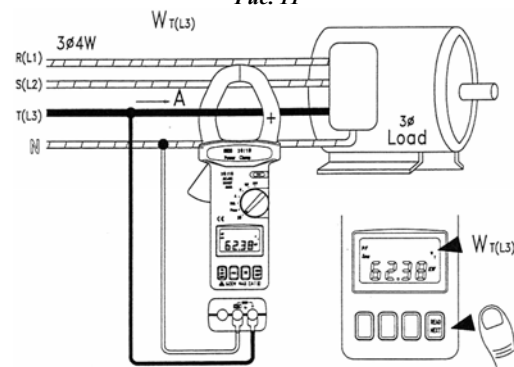

Рис. 12
8.4 После этого замеряется  $W_T$  (или  $W_{L3}$ ) (см. рис. 12).